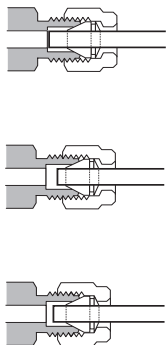

图 57. 完成的接头
- 10 图 57 中显示了正确套接的连接和不正确套接的连接。请注意，正确套接的接头中的管线的一端没有破碎，且不会与密封垫圈的操作发生干扰。